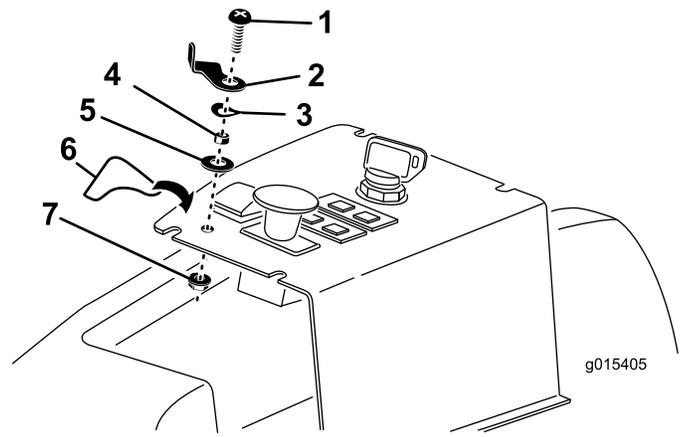

図 13
3. 昇降ロックレバー、スペーサ、ウェーブワッシャ、平ワッシャを順に 1/4 x 1 インチ皿ねじに通す (図 13)。
4. ロックレバー・アセンブリを通したねじをコントロールパネルの穴に通し、ロックナットで固定する。ロックレバーを 図 13 のように配置する。
5. ロックレバーのデカルをコントロールパネルに 図 13 のように貼り付ける。